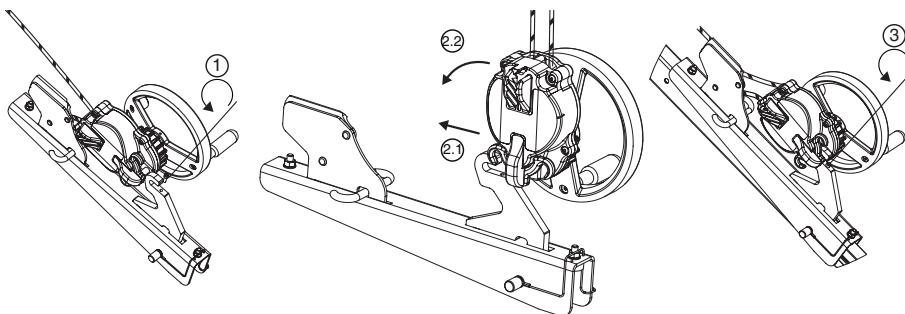

Abb. 8
6.3.4. Gerät Derope™ UP R (Abb. 8, 9 und 10)
Das Gerät Derope™ UP R muss gemäß Abb.8 an der Stütze des Dreibaums tracpole von Tractel® angebracht werden. Jede andere Befestigung an einem anderen Punkt des Dreibaums tracpole von Tractel® ist verboten.
2. Das Gerät Derope™ UP R am Befestigungshaken anbringen (Abb.8, 2.1 - 2.2).
3. Die Sicherungsschraube wieder festziehen, um zu vermeiden, dass sich das Gerät vom Adapter löst (Abb.8, 3), und sicherstellen, dass sie ordnungsgemäß angebracht und festgezogen ist.